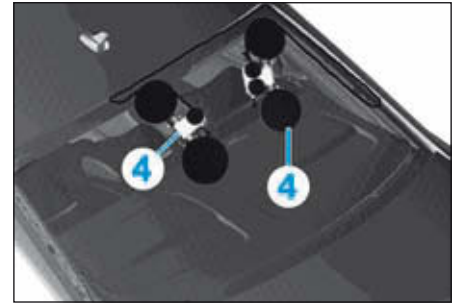

FIG.30
- Dégager la glace vers le haut, le long du montant D (Fig.30).